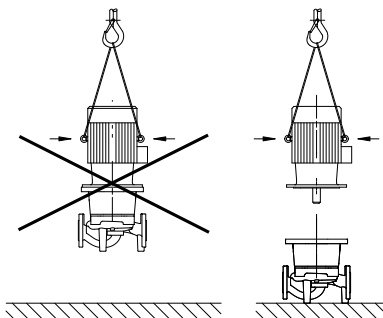

Fig. 30: Transporte del motor
- Las argollas de transporte del motor sirven solo para el transporte del motor, no para el transporte de toda la bomba (Fig. 30).